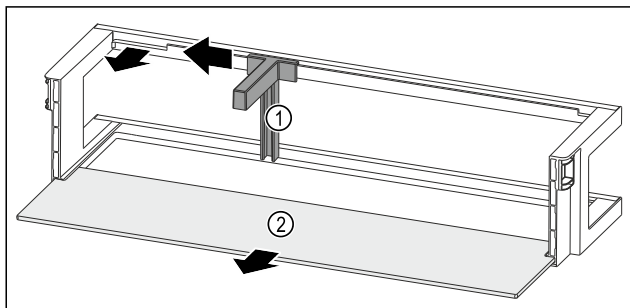

Fig. 93 Polica u vratima s držačem boca i policom za odlaganje
- Držać za boce Fig. 93 (1) pogurnite do otvora na stranu.
- Izvadite držać za boce Fig. 93 (1).
- Izvadite policu Fig. 93 (2).